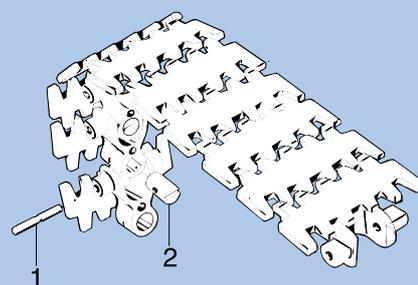

Abbildung 2. Kettenverbindungsglieder
2. Stahlbolzen (1) aus Scharnier (2) entfernen. (Abbildung 2.)